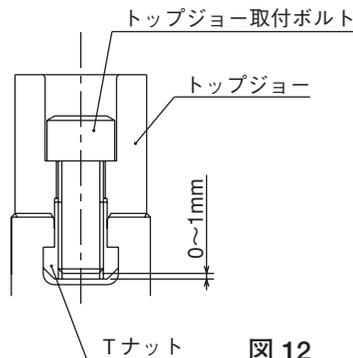

図 12
- ジョー取付ボルトのTナットに対するねじ込み深さが浅いと、Tナットが破損し、ジョーや工作物が飛散して危険。取付ボルトが長すぎてTナット底面から突き出ている場合も、トップジョーが固定されないため、ジョーや工作物が飛散して危険。従って、ジョー取付ボルトの全長はTナットの底面より0~1mm程度とすること。(図12参照)